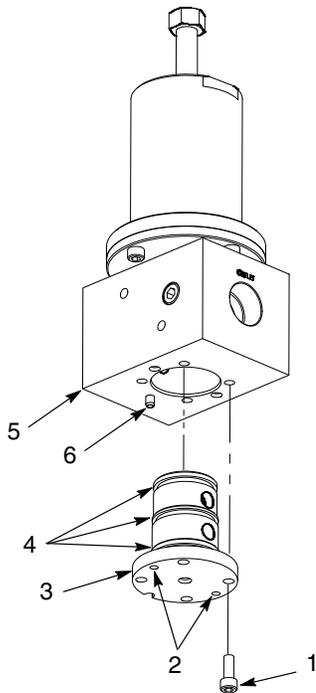

Figure 3 Remplacement type de la cartouche d'étanchéité
1. Voir la figure 3. Retirer les vis (1) qui fixent la cartouche d'étanchéité (3) au corps (5).
2. Insérer deux vis (1) dans les trous de vérinage (2). Serrer les vis pour séparer la cartouche d'étanchéité du régulateur du corps (5).
3. Nettoyer l'intérieur du corps (5) avec un solvant compatible ou l'essuyer à sec avec un chiffon.
4. Lubrifier les joints toriques (4) de la cartouche d'étanchéité (3) neuve avec du lubrifiant spécifique pour joints toriques.
5. S'assurer que la rainure dans la base de la cartouche d'étanchéité (3) du régulateur est aligné avec la goupille de positionnement (6) dans le corps (5). Bloquer la cartouche d'étanchéité (3) du régulateur dans le corps à l'aide des vis (1). Serrer les vis à 90 in.-lb (10 N•m).